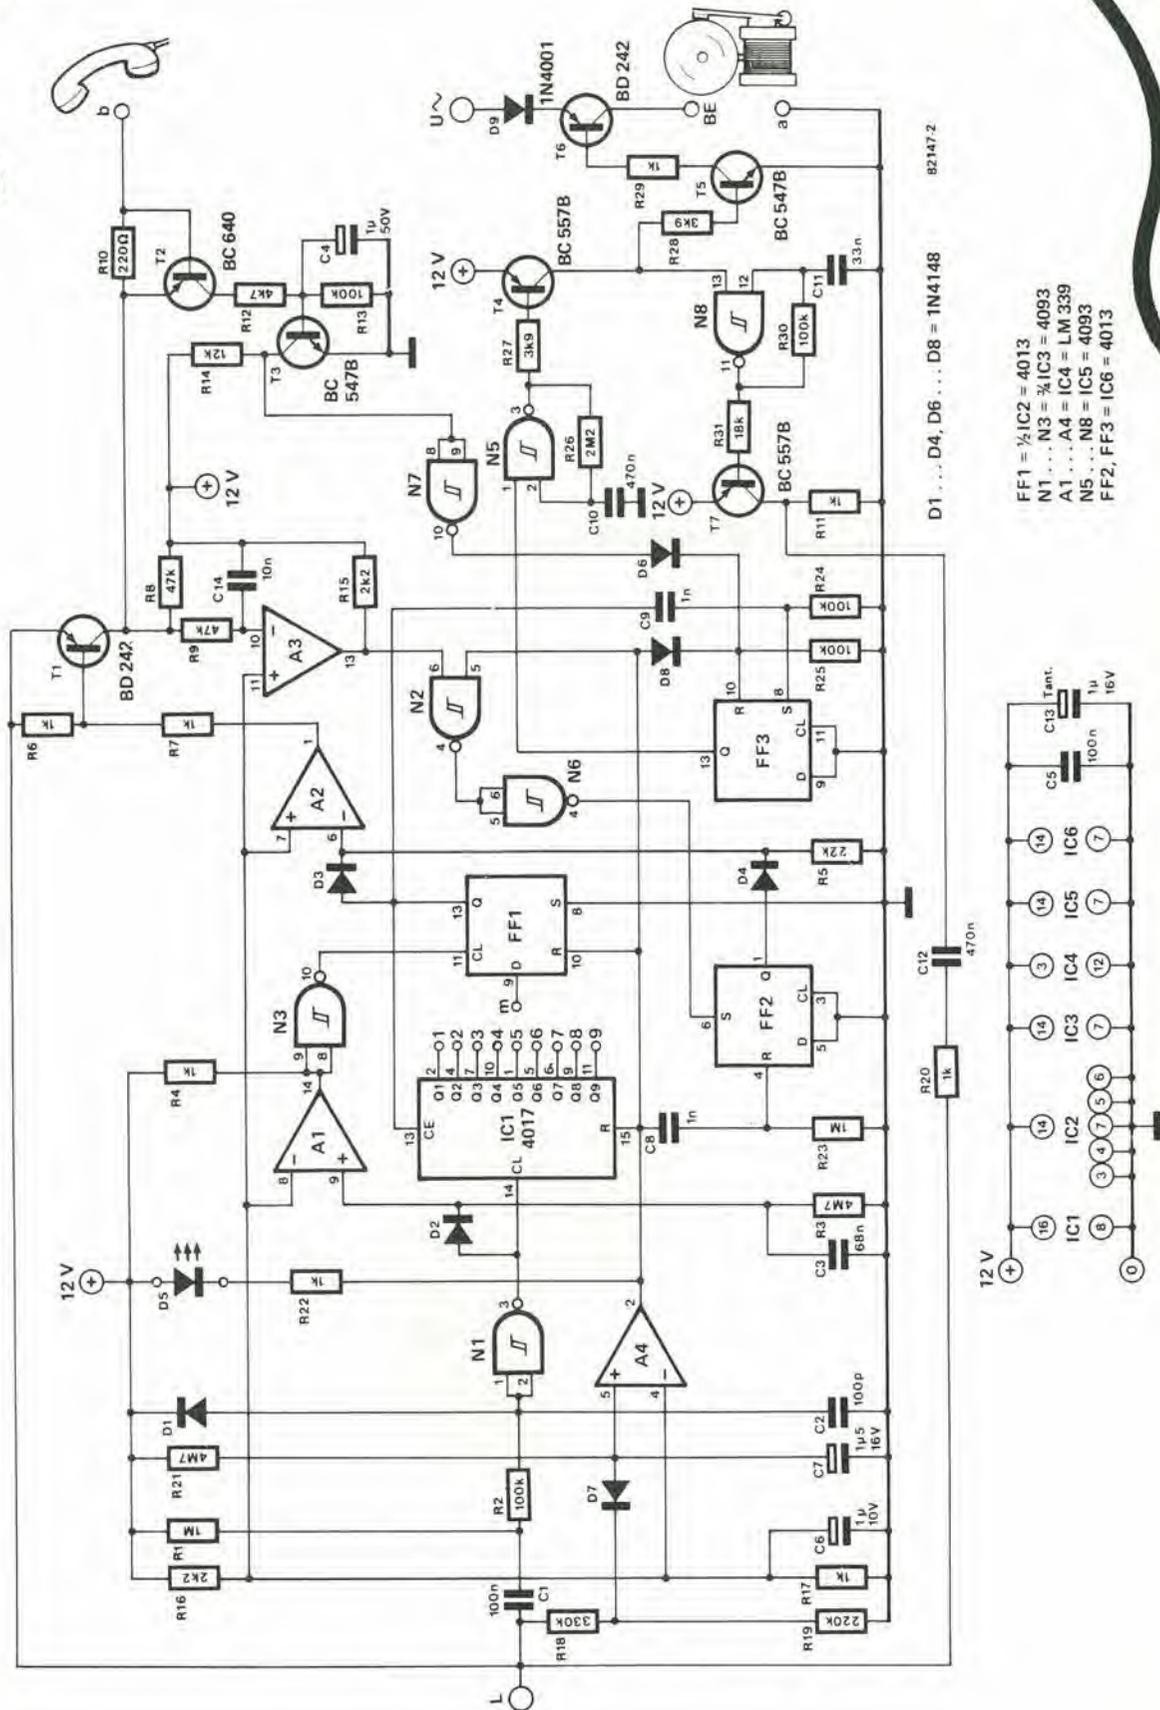
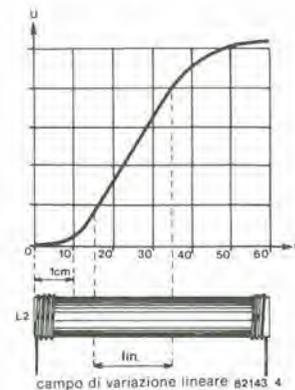
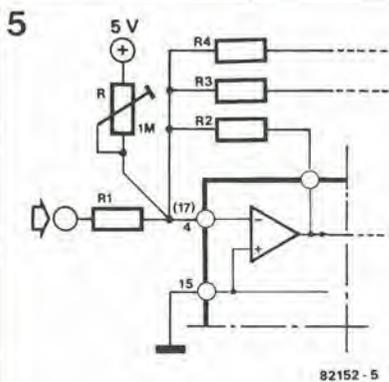

Figura 2. Schema elettrico del circuito di ciascun apparecchio telefonico.
Figura 4. La relazione tra il movimento del nucleo e la tensione d'uscita, presentata in forma di grafico: un aiuto indispensabile per una corretta taratura.
Figura 5. L'applicazione mostrata in figura 4 può aver bisogno di una regolazione dell'offset mediante un potenziometro trimmer da 1 M Ω.
Lo schema elettrico di figura 2 è piuttosto complicato, ma il costruttore riceverà un
La serigrafia delle piste di rame ed il montaggio dei componenti sui circuiti stampati appaiono nelle figure 4 e 5. Si raccomanda vivamente di usare i circuiti stampati, perché occorre costruire un circuito completo secondo la figura 2 per ciascuna delle derivazioni. Come già detto in precedenza, per l'intero sistema occorre un solo alimentatore.
Figura 4. Il circuito stampato per lo schema di figura 2. Per ogni telefono ce ne vuole uno. Tutti i collegamenti esterni sono portati ad uno dei margini della scheda.
Per tarare con precisione il circuito sarà necessario tracciare una curva dell'induzione, come quella di figura 4.
Infilare il nucleo spingendolo dentro la bobina di un mm alla volta, prendendo nota ad ogni passo della tensione d'uscita. Collegando tra loro i diversi punti, si potrà disegnare una curva (vedi figura 4). Potrete rilevare dalla suddetta curva, che la relazione tra il movimento del nucleo e la tensione d'uscita è lineare solo entro determinati limiti. Con tutti questi dati a disposi-
- Ultima, ma non meno importante, la figura 4, che illustra un circuito standard di filtro a variabile di stato.
Il filtro a variabile di stato è rappresentato in figura 4. Esso dispone di un'uscita in passa-banda, di una in passa-alto e di una in passa-basso. Si potrà realizzare molto facilmente una
Per il modo di operazione che appare in figura 4 sono necessarie alcune parole di avviso. Permettendo bassi rapporti R2/R4 ed un elevato fattore Q, l'uscita del passa-basso mostrerà un offset c.c. di un paio di volt e perciò converrà inserire una regolazione dell'offset stesso. In un caso di questo genere, suggeriamo di usare, per regolare l'offset, il metodo della figura 5.
Figura 4. Una delle due metà di un MF 10 usata come filtro universale di secondo ordine per uscite passa-alto, passa-banda, passa-basso e notch. Per la funzione "notch" necessita un amplificatore operazionale supplementare. In questo schema, il piedino 6 dovrà essere collegato ad  $U_b$ .